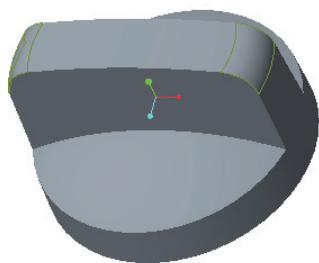

图 12-12 倒圆角 1 操作的效果
- 4) 在“倒圆角”选项卡中单击 (完成) 按钮, 得到的效果如图 12-12 所示。